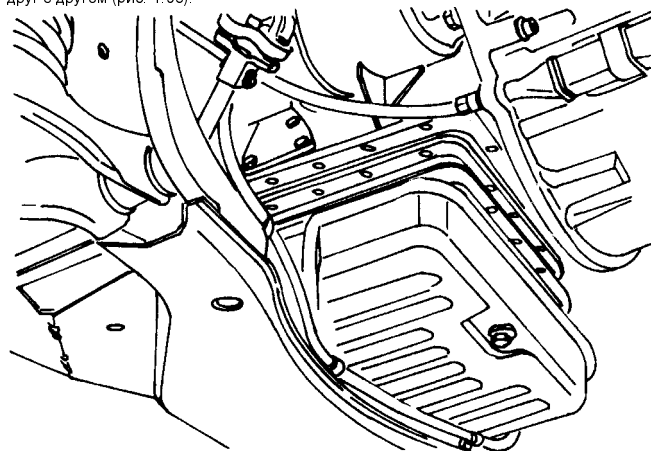

Рис. 1.98. Демонтаж масляного поддона.
8. Наклейте с помощью консистентной смазки новую прокладку на контактную поверхность блока так, чтобы все отверстия совпадали друг с другом (рис. 1.98).